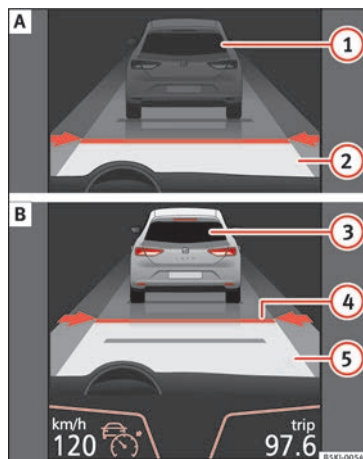
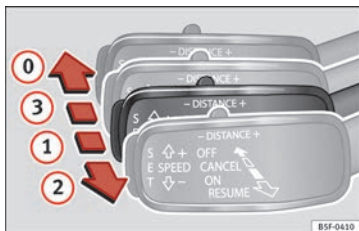
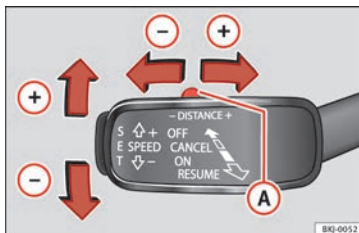

Fig. 194 Sul display del quadro strumenti: (A) ACC inattivo (Standby). (B) ACC attivo.
Fig. 196 A sinistra del piantone dello sterzo: terza leva per utilizzare il sistema di regolazione automatica della velocità.
Fig. 197 A sinistra del piantone dello sterzo: terza leva per utilizzare il sistema di regolazione automatica della velocità.
Indicazione sul display »» **fig. 194:**
» **fig. 194.**
Una volta iniziata la marcia, se si desidera stabilire la velocità attuale come velocità di crociera del veicolo e attivare l'ACC, premere il tasto **SET** » **fig. 197**. Se si desidera aumentare o ridurre la velocità in intervalli di 1 km/h (0,6 mph), collocare la leva in posizione **2** » **fig. 196** o premere il tasto **SET**.
La velocità programmata può essere modificata con il veicolo sia fermo che in marcia, a seconda della preferenza. Qualsiasi modifica della velocità programmata verrà visualizzata nella parte inferiore sinistra del display del quadro strumenti » **fig. 194.**
Per aumentare o ridurre il livello di distanza, premere il tasto doppio verso destra o sinistra » **fig. 197** **A.**
- Per attivare l'ACC, premere il tasto **SET** o collocare la terza leva dell'ACC in posizione **2** » **fig. 196.** In questo momento, l'immagine dell'ACC sul display del quadro strumenti passerà dalla modalità *inattiva* (Standby) alla modalità *attiva* » **fig. 194.**
Per scollegare l'ACC, collocare la leva in posizione **0** » **fig. 196** fino all'arresto. In questo momento compare il testo **ACC disattivato** e la funzione è completamente disattivata.
Se non si desidera scollegare l'ACC, ma solo disattivarlo temporaneamente (Standby), collocare la terza leva in posizione **3** » **fig. 196** o premere il pedale del freno.